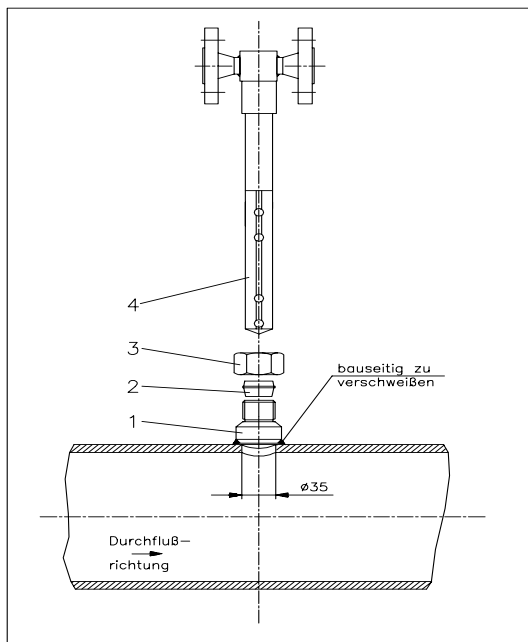

Abb. 9
2. Nehmen Sie vor dem Einschweißen den Schneidring [2] von der Einschweißmuffe [1], um ihn vor Hitzespannungen, die beim Schweißen entstehen, zu schützen. Die Druckmutter [3] bleibt während der Montage auf die Einschweißmuffe geschraubt (vgl. Abb. 9).
5. Nun kann der Einbau der ITABAR-Sonde in die Rohrleitung erfolgen (vgl. Abb. 9). Nehmen Sie die Druckmutter von der Einschweißmuffe und schieben Sie sie über das Sondenprofil [4]. Schieben Sie den Schneidring (**die kürzere Seite zeigt nach oben!**) auf das Sondenprofil. Führen Sie nun die Sondenspitze zusammen mit der Druckmutter und dem Schneidring in die Einschweißmuffe ein, bis die Sondenspitze an der gegenüberliegenden Seite an der Rohrleitungswand anstößt.